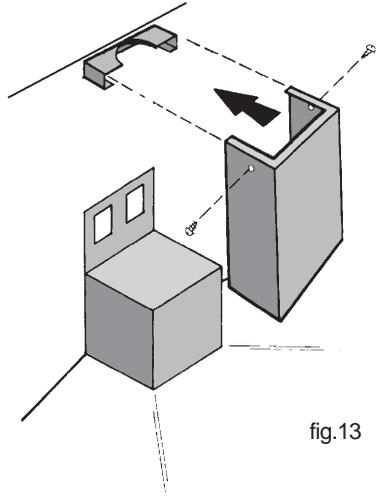

fig.13
5. Fixez la cheminée supérieure à l'aide des 2 vis (fig. 13).